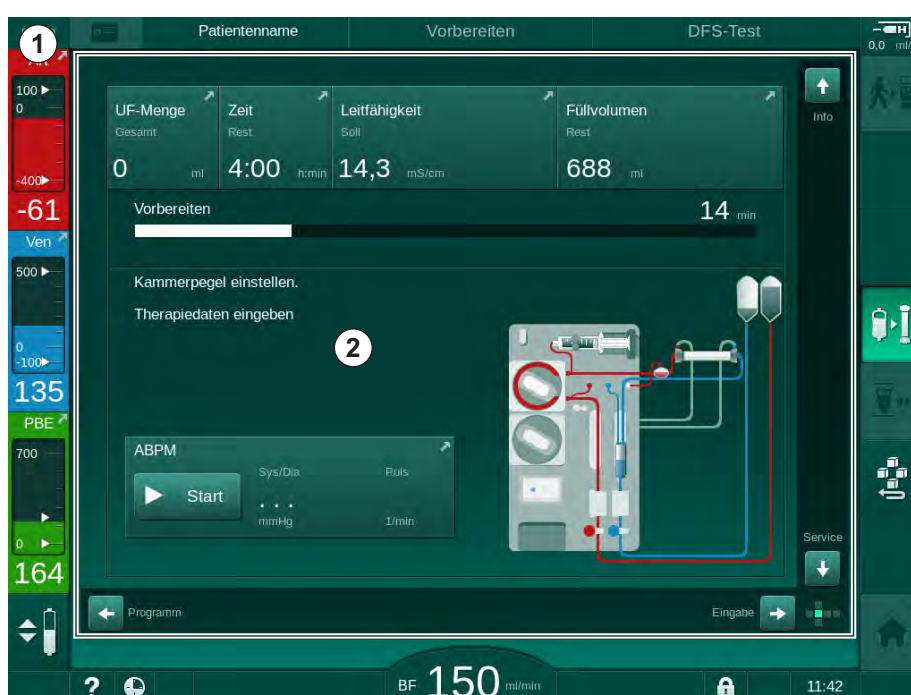

Abb. 3-11 Rahmen und Bildschirm (Würfelseite)
Der Rahmen (Abb. 3-11, ①) ist ein fester Bereich um den Bildschirm ② der entsprechenden Würfelseite herum. Er zeigt wesentliche Informationen je nach Betriebsphase des Geräts und der Behandlungsphase an und enthält verschiedene Icons.